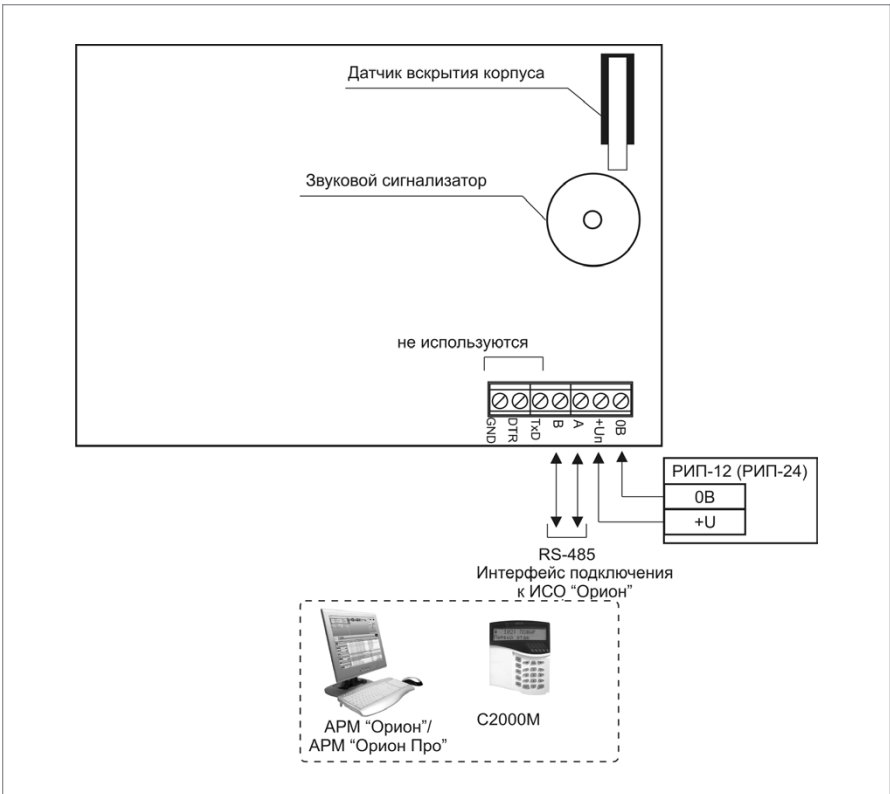

Рисунок 2. Схема внешних соединений клавиатуры «С2000-К»
3. Подключение соединительных линий выполняйте в соответствии с проектной документацией и схемой на Рисунок 2.